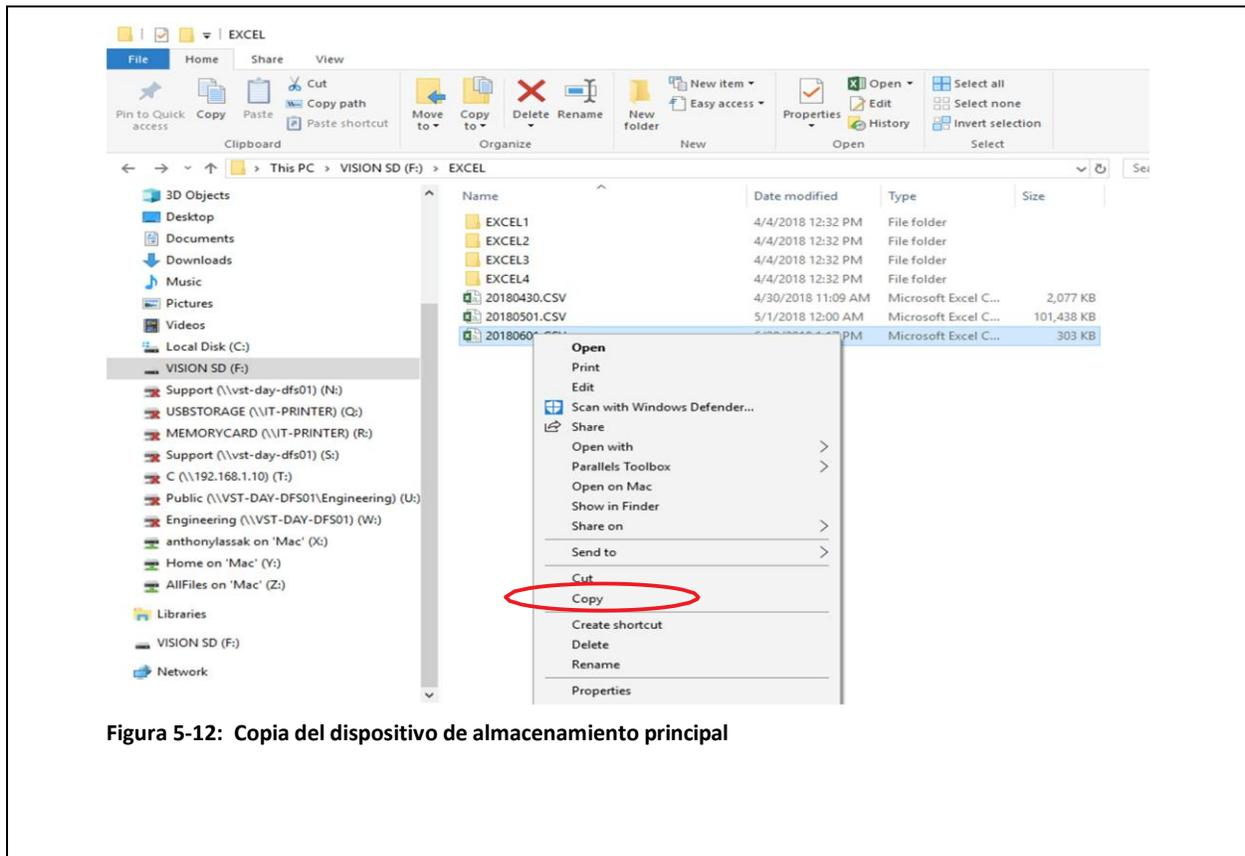

Figura 5-12: Copia del dispositivo de almacenamiento principal
6. Copie los archivos de datos en la ubicación que desea de su computadora. VST no recomienda borrar ningún dato de la tarjeta microSD para que esté disponible para referencia futura. **Vea la Figura 5-12.**